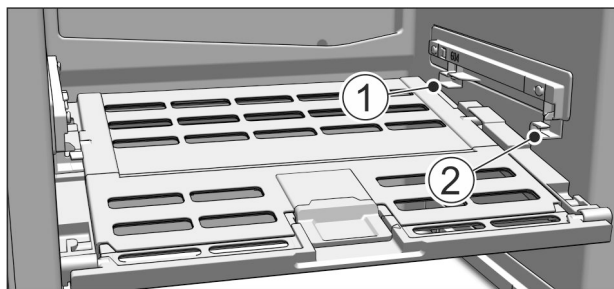

Fig. 71
- ▶ Inserire il coperchio cassetto Safe per frutta e verdura: inserire le nervature del coperchio dal basso nel supporto inferiore Fig. 71 (1) e inserire anteriormente nel supporto Fig. 71 (2).